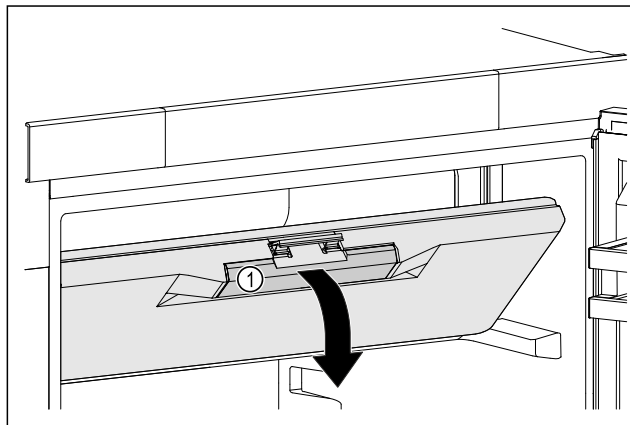

Fig. 75
- Kapni derën e ndarjes së ngrirjes te doreza e futur Fig. 75 (1).